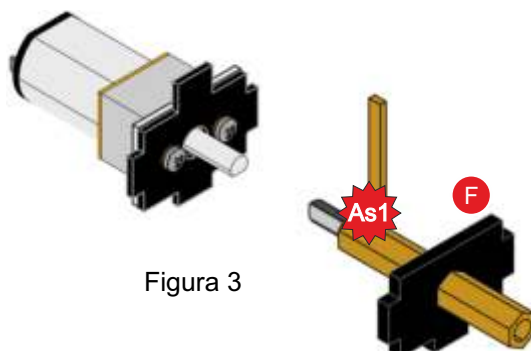

Figura 3
3) Inserire il gruppo As1 all'interno del pezzo come mostrato in figura 3.